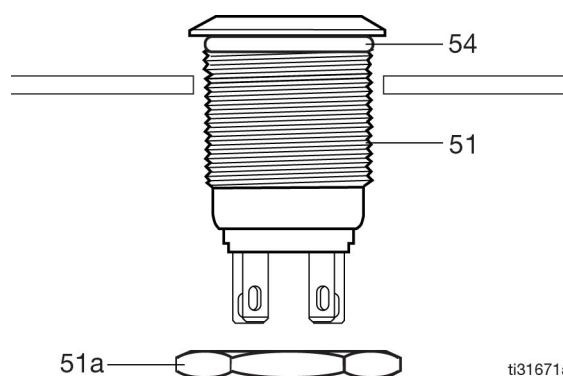

Рис. 19
- Снимите стопорную гайку (51a) с кнопки (51). Установите уплотнительное кольцо (54) (Рис. 19).
- Вставьте кнопку (51) в отверстие, просверленное в панели на этапе 1. Вручную затяните стопорную гайку (1a) для фиксации кнопки на месте установки (Рис. 19).